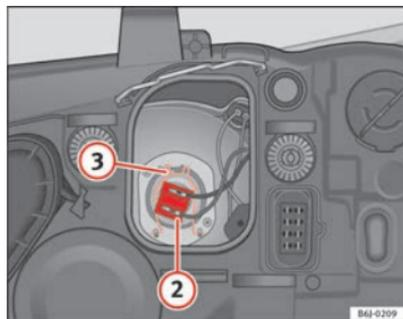

Fig. 137 Médios
- Retirar o conector ⇒ fig. 137 ② da lâmpada.
- Desengate a mola de fixação ⇒ fig. 137 ③ premindo-a para dentro e para a direita.